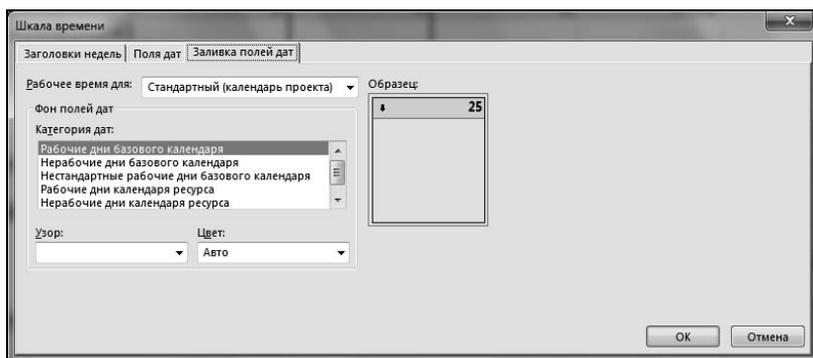

Рис. 4.35. Окно форматирования представления **Календарь**, вкладка **Заливка полей дат**
10. Чтобы повысить наглядность формы с помощью гибкого форматирования полей дат, следует выбрать вкладку **Заливка полей дат**. Вид вкладки показан на рис. 4.35.
11. В показанном на рис. 4.35 окне расположены списки, позволяющие выбрать категории дат, для каждой из которых можно выбрать списки **Узор** и **Цвет**.
Это меню обеспечивает доступ ко многим возможностям Project, в том числе к рассмотренным здесь. В частности, выбор в показанном на рис. 4.35 меню команды **Стили отрезков** позволит выполнять действия, аналогичные описанным в *алгоритмах 4.16–4.18*, а выбор команды **Шкала времени** — аналогичную описанным в *алгоритмах 4.14 и 4.15*.